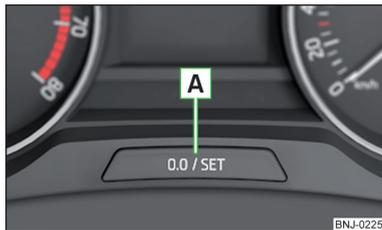

Fig. 33
- Pulse la tecla **A** » fig. 33 y manténgala pulsada hasta que se muestre en la pantalla del punto del menú Servicio.